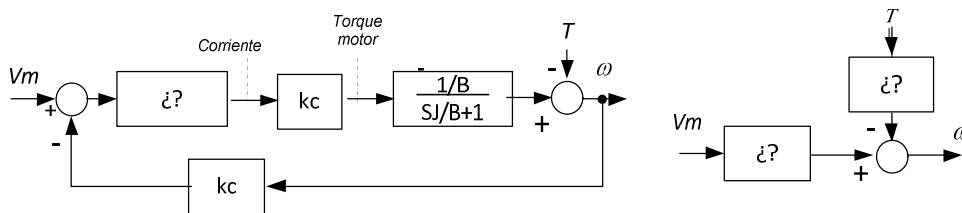

Figura 4: Diagramas de bloques aproximados para el motor
B.1. La Figura 4 corresponde al modelo simplificado del mismo motor, teniendo en cuenta que el polo eléctrico suele ser mucho más rápido que el mecánico, y entonces el primero puede considerarse como un bloque constante frente al segundo. La función de transferencia final resulta de primer orden, con una constante de tiempo del orden de la del polo mecánico del motor.